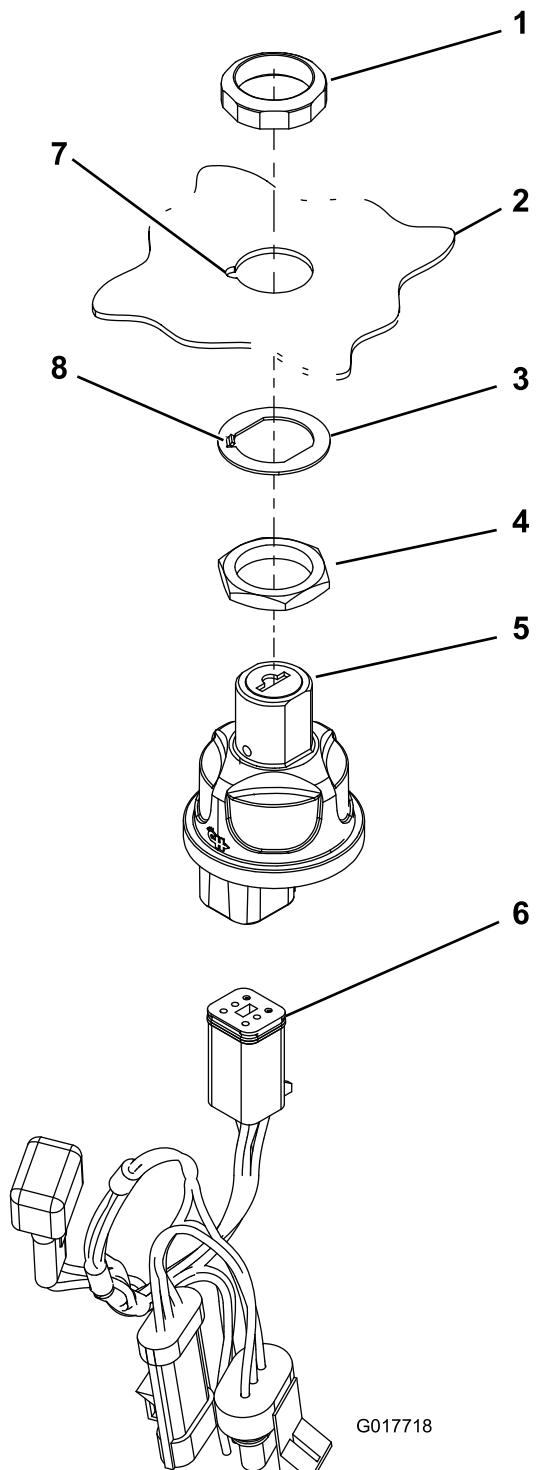

Figura 2
1. Dispositivi di fissaggio (5)
8. Montate il nuovo gruppo di accensione come mostrato in Figura 2.
Nota: Verificate l'allineamento della linguetta sulla rondella alla scanalatura nel pannello di controllo (Figura 2).
9. Collegate il cablaggio del nuovo interruttore di accensione (Figura 2) al connettore sul cablaggio
10. Collegate il connettore di cablaggio del nuovo interruttore di accensione al nuovo interruttore di accensione (Figura 2).